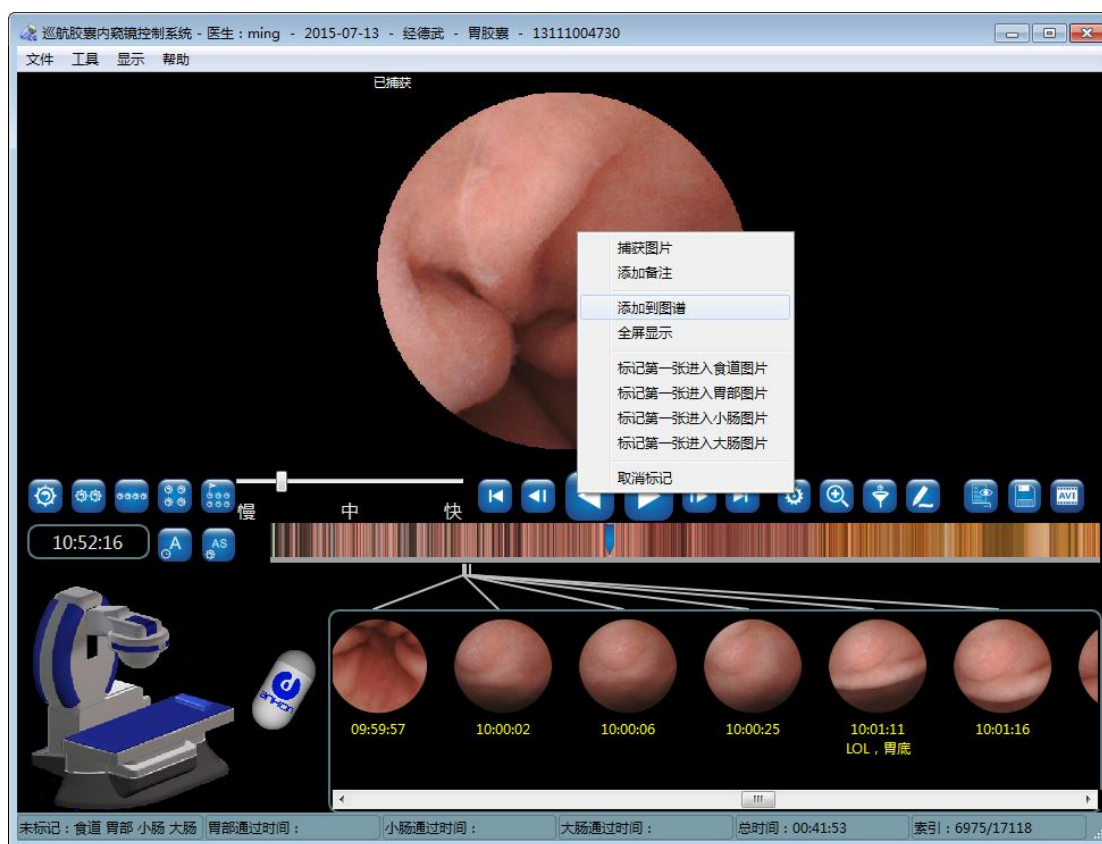

图 4-99 添加到图谱
1. 将鼠标移动到需要添加到图谱的图片上，点击鼠标右键，在弹出的右键菜单上，选择**添加到图谱**，如图 4-99 所示。